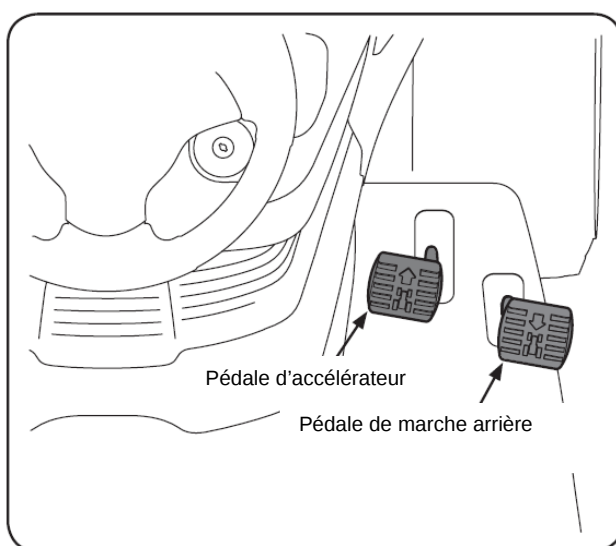

Figure 5-2
2. Pour voyager vers l'avant, appuyez lentement sur la pédale d'accélérateur avant jusqu'à ce que la vitesse désirée soit atteinte. Consultez la Fig. 5-2.
4. Soulevez lentement votre pied de la pédale d'accélérateur de marche arrière jusqu'à ce que la vitesse désirée soit atteinte. Consultez la Fig. 5-2.